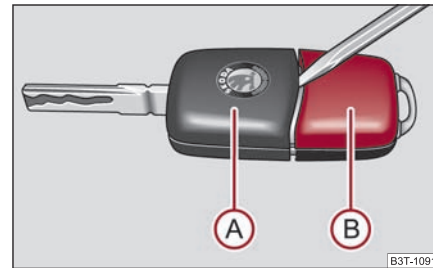

Fig. 37 Desfacerea cheii cu telecomandă
Fiecare cheie conține o baterie, care se găsește în capacul carcasei emițătorului (B) ⇒ fig. 37. Vă recomandăm să vă adresați unei unități ▶
- Desprindeți cheia (A) ⇒ pagina 43, fig. 37 cu ajutorul unei șurubelnițe subțiri de carcasa (B).